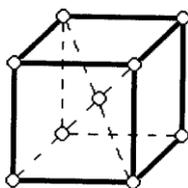

Рис. 6
**24, Почему вещества, обладающие кристаллической решеткой, представленного на рис. 6 типа, не образуют растворов внедрения с высокой концентрацией растворенного компонента?**